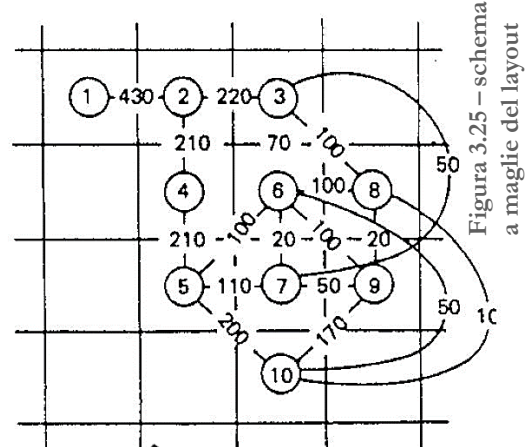
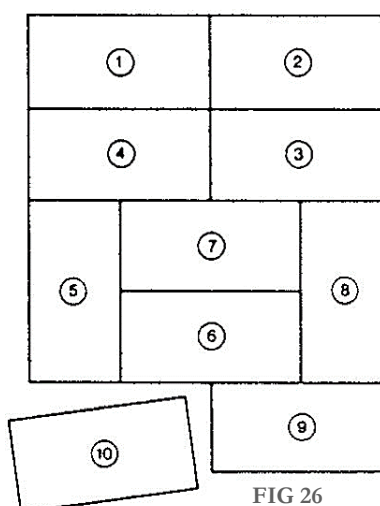

Figura 3.25 - schema a maglie del layout
FIG 26
A questo punto, si tratta di pervenire ad una disposizione teorica tale che i posti di lavoro (od i reparti) caratterizzati da un maggior numero di collegamenti, siano sistemati il più vicino possibile fra di loro. A tale fine, prescindendo dall'ingombro reale di ciascuna stazione di lavoro, si può procedere nel seguente modo: tracciato un reticolo a maglie quadrate (figura 3.25), si riportano al centro di ogni maglia dei cerchietti nei quali si scrivono i numeri che contrassegnano ciascuna macchina o reparto; ogni cerchietto viene collegato, mediante trattini, a tutti i cerchietti che contraddistinguono posti di lavoro che sono in contatto con il primo; su ciascun trattino di collegamento si riporta il numero (letto sulla figura 3.24) che misura l'intensità di traffico. La disposizione teorica dei centri di lavoro può essere effettuata sulla base di quanto emerge dallo schema così costruito.
Si considerano più disposizioni alternative e si sceglie, fra tutte, quella più soddisfacente. Anzi che al reticolo di figura 3.25, si può ricorrere al procedimento seguente: si rappresenti ciascun centro di lavoro con una sagoma di cartone a forma rettangolare avente un lato il doppio dell'altro. Si dispongano tali sagome le une rispetto alle altre (fig. 26), tenendo conto delle intensità dei trasporti evidenziate in fig. 24. Si ottiene anche in questo caso una disposizione teorica, dalla quale si può poi passare ad una disposizione ancora schematica, ma un po' più vicina alla realtà, considerando sagome non più eguali fra loro, ma aventi ingombri proporzionali, in una certa scala alle aree occupate da ciascun reparto.
**Ricapitolando:** si cerca di capire quanti materiali scambia ogni reparto e con quale altro reparto. Si riassume tutto come in tabella 3.24 che serve a capire quanto un reparto scambia con gli altri: ad esempio il reparto 3 scambia, con il 2, 220 entità di traffico e, rispettivamente con l'8 scambia 100 entità, con il 7 scambia 50 entità e con il 6 scambia 70 entità. Quindi la somma di tutte queste (si sommano le righe e colonne che passano per la casella 3-3) da 440. A questo punto si fa un passo in più verso la disposizione dei reparti, tramite il reticolo a maglie quadrate. Tramite cartoncini di dimensioni uguali poi si costruisce il modello di fig. 26 che è equivalente a al reticolo 3.25! Infatti ogni reparto della figura 26 comunica con gli stessi della 3.25 (sono adiacenti). Poi, anziché costruire rettangoli uguali, si costruiscono proporzionali alle loro aree (a loro volta proporzionali al totale di materiali scambiati dal reparto) per avere un modello più vicino alla realtà. Se poi si vuole rispettare l'idea di uno stabilimento di forma rettangolare si trova il metodo più opportuno come la figura al lato (che rispetta ancora gli scambi della 3.25).